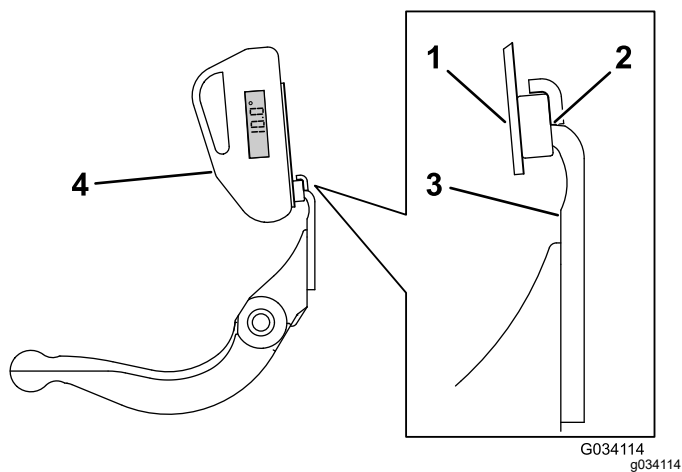

Figure 29
3. Placez le support de l'indicateur d'angle sur le bord de la contre-lame, de manière à adapter le bord de l'aimant au bord de la contre-lame (Figure 29).
4. Placez l'indicateur d'angle sur le support, comme montré à la Figure 29.